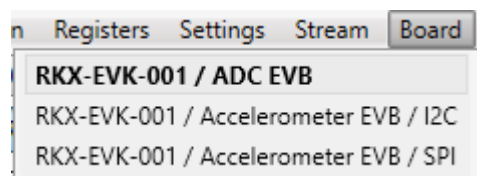
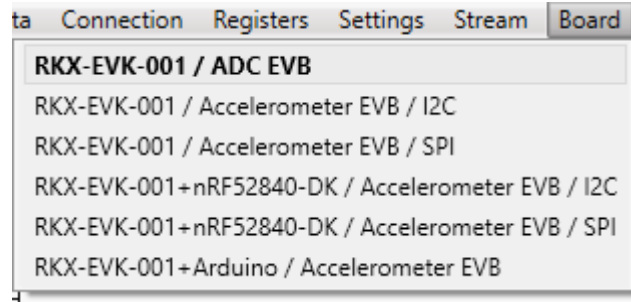

Figure 36. 「Show all board configuration」が選択されていない場合のボードメニュー
Figure 37. 「Show all board configuration」が選択されている場合のボードメニュー
ボードメニューは、使用する EVK HW を選択するために使用されます。ADC 評価の場合、使用可能なボード構成は「RKX-EVK-001 / ADC EVB」に制限されます（Figure 36）。センサ評価のために、ROHM EVK GUI SW は複数のホストアダプター（Arduino UNO R3、Infineon CY8CKIT-059 プロトタイピングキット、nRF52840-DK）をサポートし、それぞれが 1 つまたは 2 つの通信インターフェイスプロトコル（I2C、SPI）をサポートします。使用するホストアダプタと、評価対象のセンサでサポートされている通信インターフェイスプロトコルに基づいて、正しいボード構成を選択する必要があります。
**注：**「Board」メニューには、サポートされているすべてのホストアダプターでサポートされているすべてのボード構成（Figure 37）、または現在接続されているホストアダプターでサポートされている関連するもの（Figure 36）のみが一覧表示されます。例えば、RKX-EVK-001 は通常の ROHM EVK パッケージに付属されています。選択は、表示メニュー（4.1.8View – メニュー）を介して行われます。